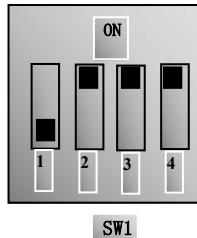
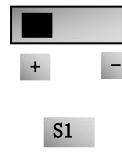
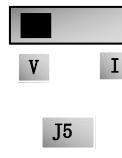

图 5-11
图 5-12
图 5-13
- (7) 对于 E3000 系列变频器控制端子排附近有一个四位黑色拨码开关 SW1，如图 5-11 所示。拨码开关选择模拟量输入端子 AI1、AI2 输入范围（0~5V/0~10V/0~20mA）；通过 F203 选择输入通道，通过 F438、F439 设置输入信号类型为电压信号还是电流信号。出厂时拨码开关的位置如图 5-12，即 AI1 为 0~10V 输入，AI2 为 0~20mA 输入；其它拨码开关的位置与调速方式详见下表 5-2。
- (8) E3000 控制板端子附近有一拨动开关 S1，如图 5-12，S1 选择 AI1 通道的电压输入范围，拨到“+”端，AI1 的输入范围是 0~10V，拨到“-”端，AI1 的输入范围是 -10~10V，具体拨码开关的对应位置，其他拨码开关的位置方式详见下表 5-2。
- (9) 闭合 D13 开关，电机开始正向运转；
- (10) 在运行中，可调节设定电位器，修改变频器当前设定频率；
- (11) 在运行中，断开 D13 开关，再闭合 D14 开关，电机运行方向改变；
- (12) 断开 D13 开关和 D14 开关，电机减速，直到停止运行；
- (13) 断开空气开关，变频器断电。
- (14) E3000 有两路模拟量输出端子 A01、A02，A02 端子只可以输出电流信号；A01 端子既可以输出电压信号也可以输出电流信号，电压电流输出选择开关是 J5，见图 5-13，A01 输出关系如表 5-3。